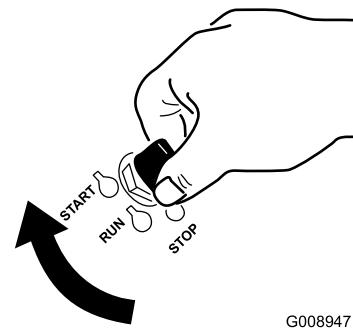

Figure 17
- Tournez la clé de contact à la position de démarrage (Start) (Figure 17). Relâchez la clé quand le moteur démarre.
6. Tournez la clé de contact à la position de démarrage (Start) (Figure 17). Relâchez la clé quand le moteur démarre.